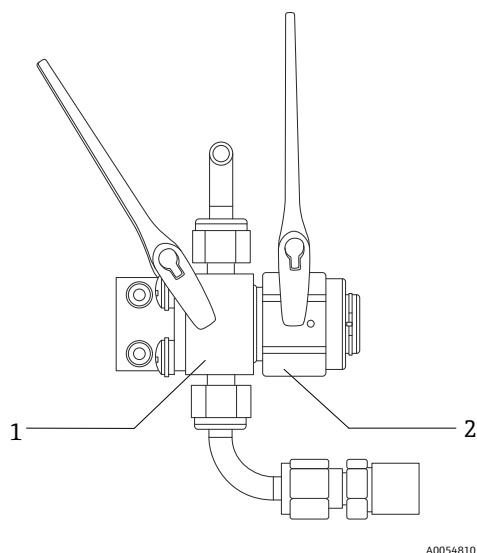

图.79. 拧松过滤器部件
2. 如果怀疑有危险成分，吹洗样品系统  $\rightarrow$  图 79。